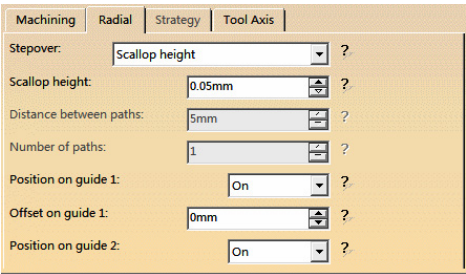

图 5-46 “Radial” 选项卡（3）
- 在“Radial”选项卡（3）的“Stepover”下拉列表中选择“Scallop height”，在“Scallop height”文本框中输入“0.05mm”，如图 5-46 所示。